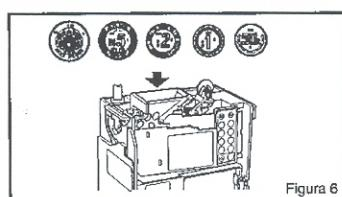

Figura 6
1. A través del discriminador (Sírvase ver la Figura 6): coloque el controlador de la máquina expendedora automática El "Modo de Relleno de Tubos". Las monedas insertadas se enrutarán a los tubos primarios y se actualizará el cómputo de monedas. Cuando alcanza al nivel del sensor de tubo superior, las monedas insertadas se enrutarán a la caja.